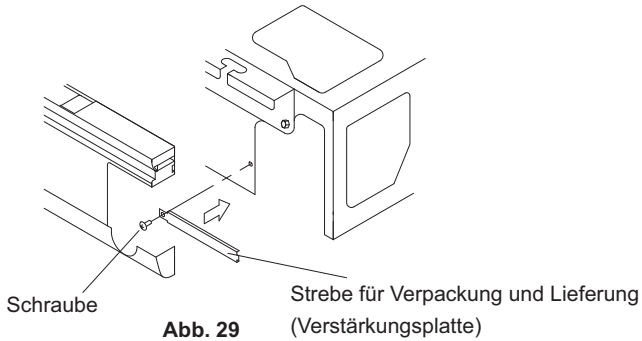

Abb. 29
- Nach dem Verlegen der Ablaufleitung die Strebe für Verpackung und Lieferung (Verstärkungsplatte) wieder anbringen; Ausbau siehe Abschnitt "6. KÄLTEMITTELLEITUNGSARBEITEN". Es ist jedoch nicht notwendig, die Strebe für Verpackung und Lieferung (Verstärkungsplatte) an der rechten Seite zu installieren. (Siehe Abb. 29)